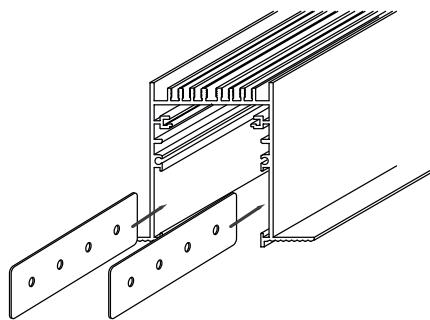

Рис. 3. Установка коннекторов в пазы шинопровода
- 3.7. С помощью коннекторов MAG-CON-45-SIDE вы можете соединитьстык шинопроводы или угловые коннекторы. Для этого установите в паз шинопровода прямой коннектор MAG-CON-45-SIDE на половину его длины и закрепите установочными винтами из комплекта поставки (см. рис. 3).